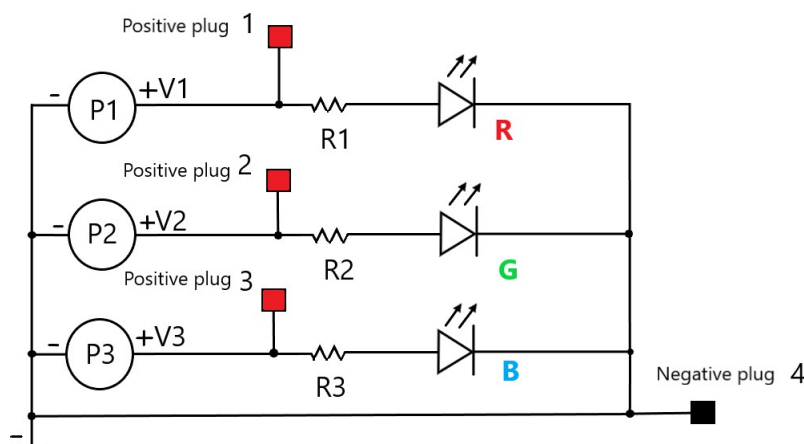
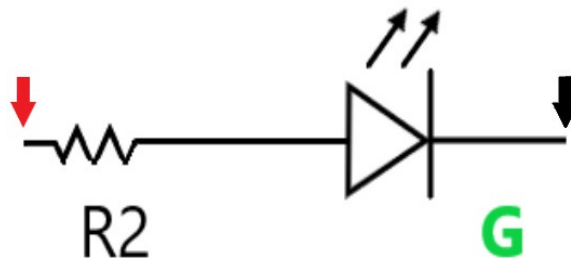

Abb. 22
Abb. 23
Vier Buchseneinsätze ermöglichen die Messung der eingestellten Spannungswerte für jedes LED-Widerstandspaar (Abb. 22).
Es wurde bereits erörtert, wie durch die Mischung von rotem, grünem und blauem Licht eine breite Palette von Farben erzeugt werden kann. Das Ergebnis hängt auch von der Intensität des Lichts ab, das von jeder LED abgegeben wird, und von der Empfindlichkeit des beobachtenden Auges. In Abb. 22 sind die Widerstände R1, 2 und 3 werkseitig so kalibriert, dass die von den einzelnen Leds abgegebene Lichtintensität die anderen nicht übersteigt. Durch die Einstellung der maximalen Lichtintensität jeder einzelnen LED kommt das Ergebnis einem weißen Lichtstrahl so nahe wie möglich.
Betrachten Sie Abb. 22 und insbesondere einen der drei Zweige der Schaltung mit Widerstand und grüner LED (**G**), z. B.
Die roten und schwarzen Pfeile in Abb. 23 entsprechen den Kontaktpunkten von Buchse 2 bzw. Buchse 4 in Abb. 22.
- o Was zeigt sich bei der Betrachtung der drei gemessenen Maximalwerte? Gibt es eine Übereinstimmung mit der in Abb. 22 dargestellten Schaltung?